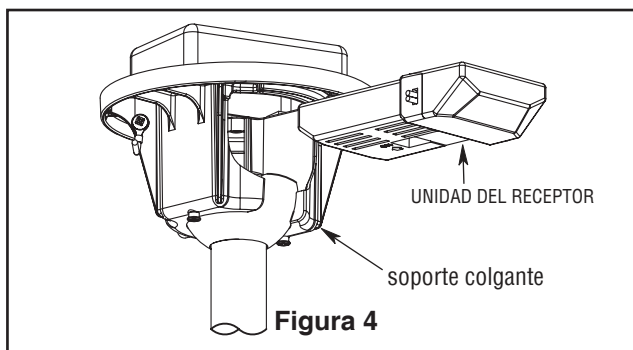

Figura 4
3. Deslice la unidad del receptor en el extremo abierto del soporte colgante. (Figura 4)